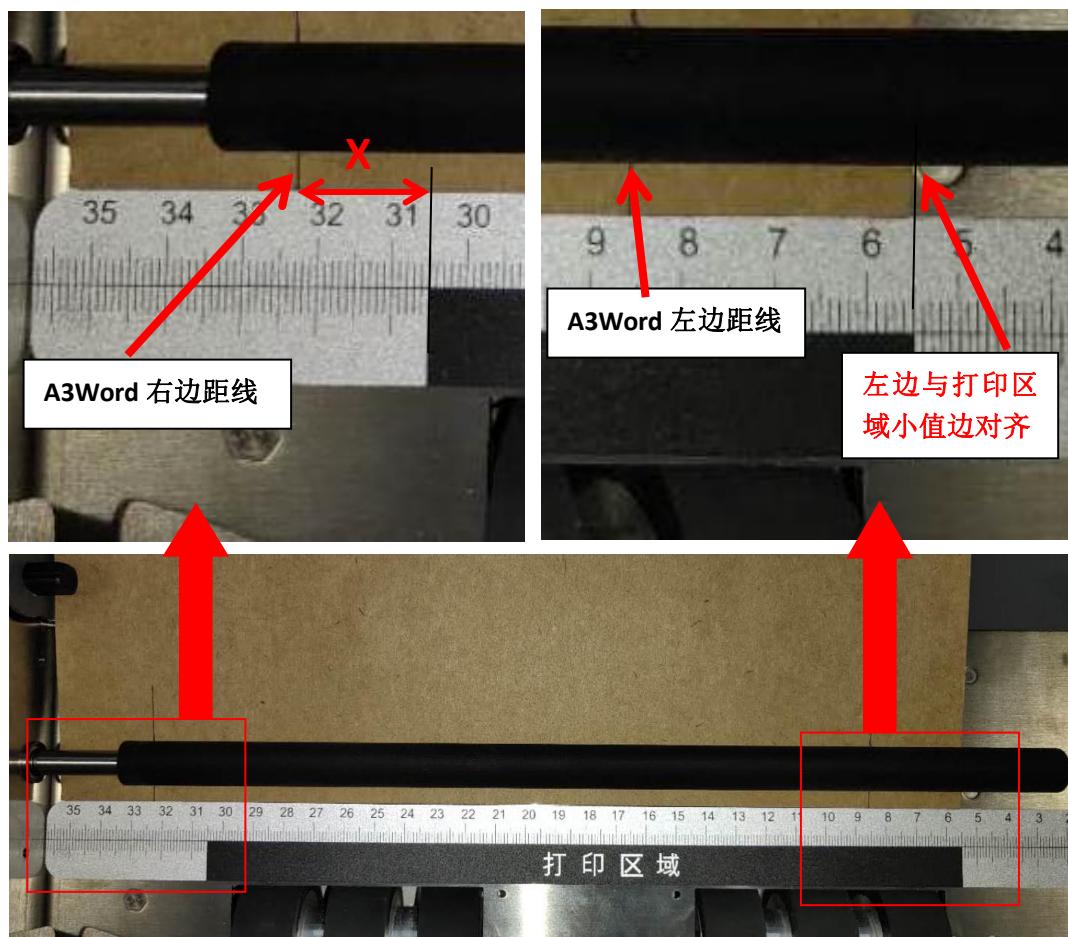

图 4.1.1
在打印机纸仓内部刻度标尺上，黑色区间为实际打印区域，如下图 4.1.1 所示。
- (1) 打印前先取一张纸以 A3 为例，将其在 word 中的设置的左右边距线画出来如图一所示,将 A3 的纸左边与打印区域 5.5cm 边对齐，量取 A3 纸右边距线到打印区域终止边 30.5cm 处的尺寸 Xmm （注意 X 单位为 mm ），如下图 4.1.1 所示。